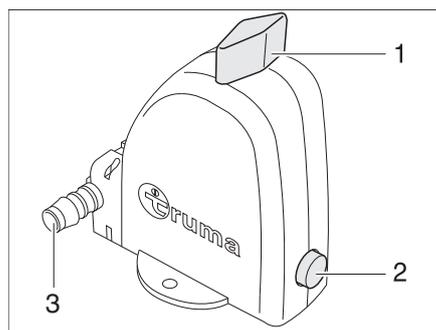

Bild 213 Sicherheits-/Ablassventil des Boilers - Stellung Betrieb
- ▷ Der Entleerungsstutzen (Bild 213/3) des Sicherheits-/Ablassventils muss immer frei von Verschmutzungen (z. B. Laub, Eis) sein.
- Kontrollieren, ob der Drehschalter (Bild 213,1) in Stellung "Betrieb" steht und eingerastet ist.
- Druckknopf (Bild 213,2) betätigen, das Ablassventil ist geschlossen.
- Drehschalter (Bild 213,1) um 180° bis zum Einrasten drehen. Der Druckknopf (Bild 213,2) springt heraus. Der Boiler wird über den Entleerungsstutzen (Bild 213,3) nach außen entleert.